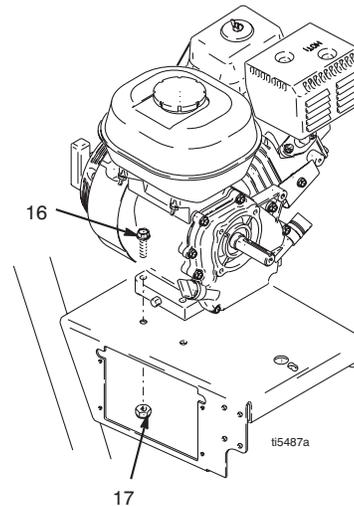

FIG. 13
3. FIG. 13. Rimuovere due controrondelle (17) e viti (16) dalla base del motore.
2. FIG. 13. Installare due viti (16) nella base del motore e fermarle con i dadi di blocco (17). Serrare fino a 22,6 N·m (26 ft-lb).
1. Fig. 13. Rimuovere le due viti (71) e abbassare il coperchio (130a).